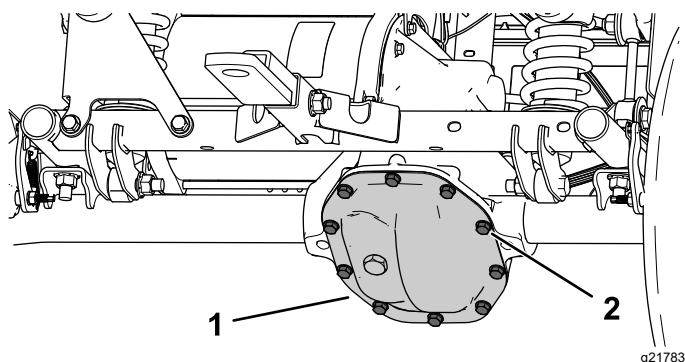

Рисунок 52
1. Поместите сливной поддон под крышку коробки передач (**Рисунок 52**).
2. Отверните болты с крышки коробки передач и полностью слейте рабочую жидкость (**Рисунок 52**).